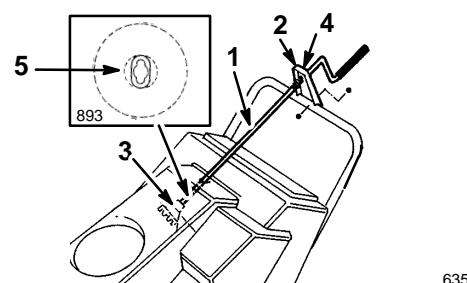

Figure 6
1. Insérer l'extrémité aplatie de la manivelle dans le trou du capot, tout en présentant le support de montage face aux trous du mancheron inférieur (Fig. 6).
2. Tourner lentement la manivelle jusqu'à ce que l'extrémité aplatie s'engage dans l'ouverture de l'engrenage caché et fasse tourner la couronne de l'éjecteur (Fig. 6).
3. Insérer à fond la bague en plastique dans le trou du support de montage (Fig. 6).
4. Fixer le support de montage au mancheron à l'aide des 2 boulons six pans et de leurs écrous (Fig. 6).